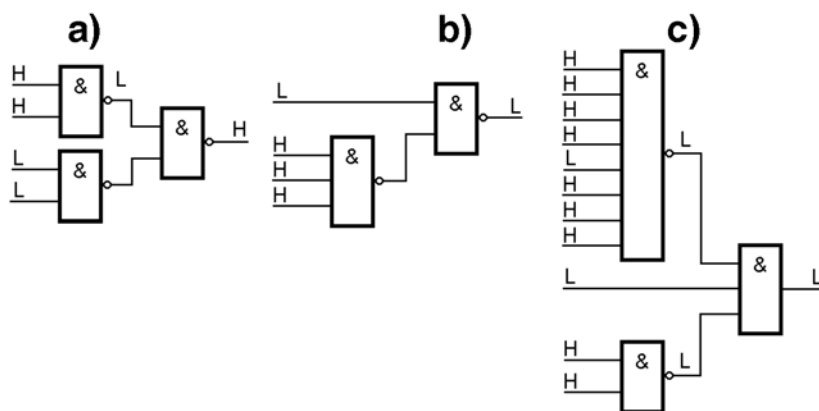

Abb. 4
4. An kombinatorischen Schaltungen messen Sie Signalbelegungen (Abb. 4. Ist das in Ordnung? Tip: Gehen Sie Gatter für Gatter durch und ermitteln Sie so Schritt für Schritt die Werte, die sich bei ordnungsgemäßer Funktion ergeben müßten.